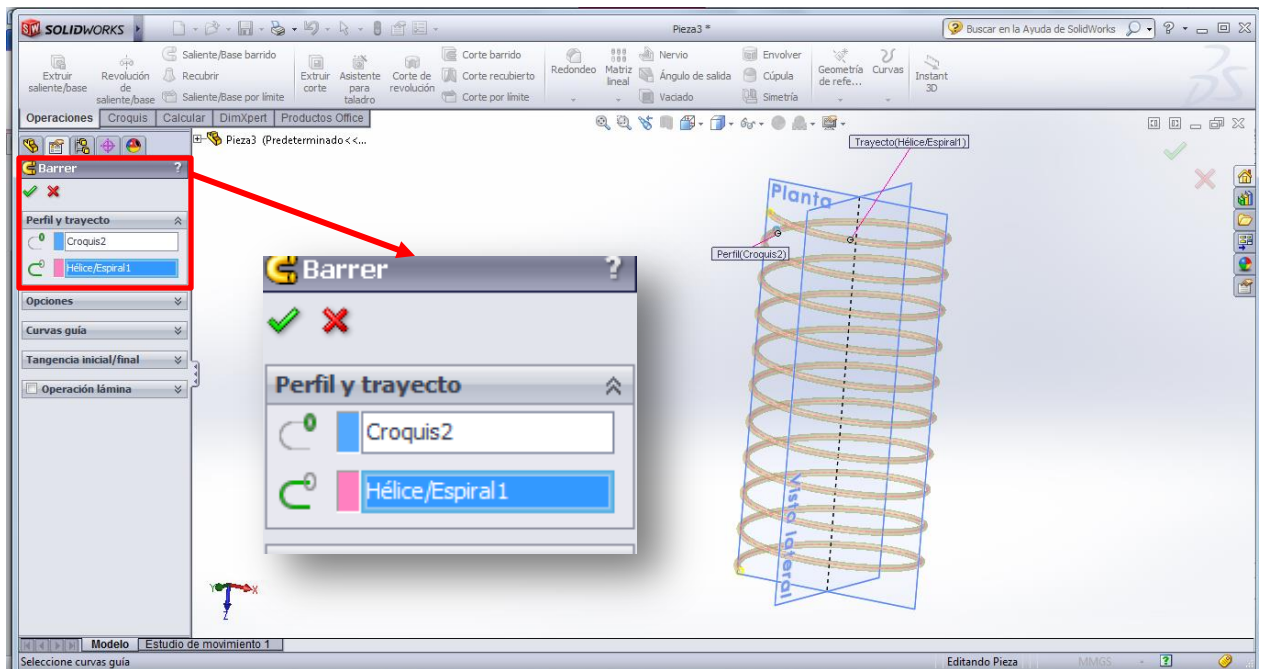

Figura 24. Definición de los parámetros de la operación "saliente/base barrido".
- f) Ahora, se tienen dos croquis: hélice y circunferencia. Para crear el resorte se utiliza la operación *saliente/base barrido*. Se busca en el menú y se selecciona  *Saliente/Base barrido*. Se selecciona para la primera casilla, el croquis de la sección transversal del alambre (la circunferencia), y en la segunda casilla el croquis de la trayectoria (hélice) que seguirá el primer croquis. Se observará como vista preliminar que se genera el sólido correspondiente al resorte, como se ilustra en la Figura 24.